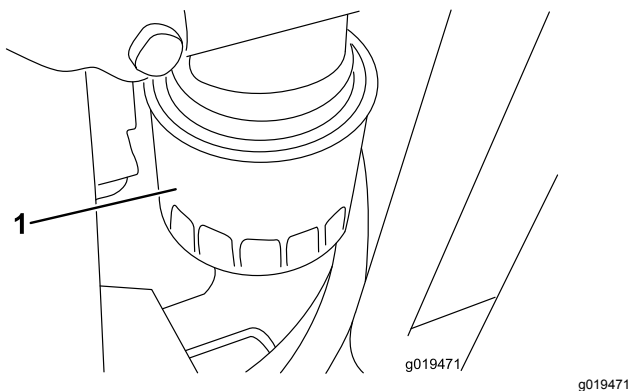

Figure 52
2. Déposez le filtre à huile (Figure 52). Appliquez une fine couche d'huile propre sur le joint du